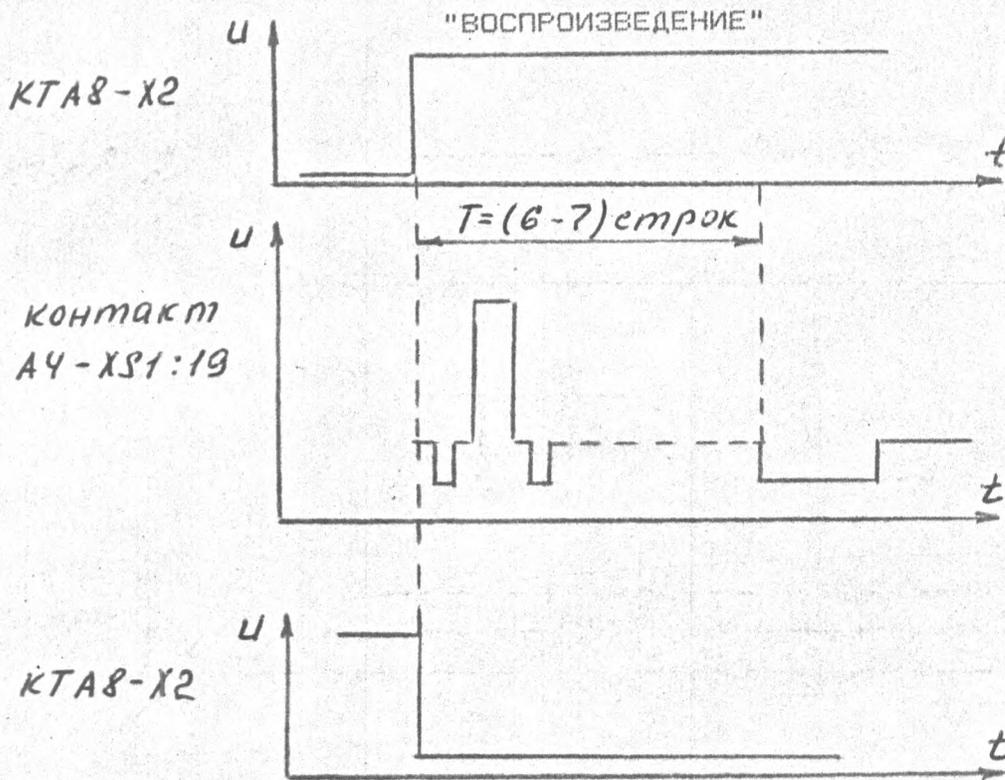

РИС. 7.3.
7.5.2.3. ОТРЕГУЛИРУЙТЕ РЕЗИСТОРОМ A8-R28 ФАЗУ ВИДЕОСИГНАЛА ТАК ЧТОБЫ ВРЕМЕННОЙ ИНТЕРВАЛ "Т" БЫЛ (6-7) СТРОК ОТНОСИТЕЛЬНО ПОЛОЖИТЕЛЬНОГО ИЛИ ОТРИЦАТЕЛЬНОГО ФРОНТА ИМПУЛЬСА КОММУТАЦИИ (РИС.7.3).